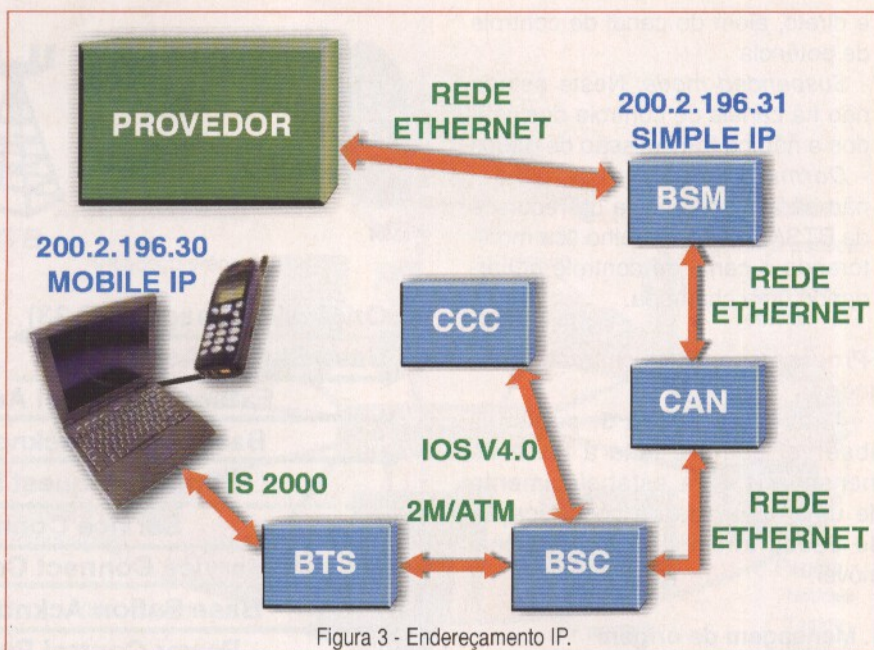

Figura 3 - Endereçamento IP.
Assim como na conexão com a Internet pela rede fixa, é necessário disponibilizar um endereço IP para acesso à rede pelo telefone celular do assinante. Existem dois tipos de acesso: o *Simple IP*, onde o endereço IP é designado pelo sistema para ter acesso a rede de dados da operadora, e o *Mobile IP*, que permite que os usuários utilizem o mesmo serviço em outras áreas que não a de origem utilizando o mesmo endereço IP registrado no agente de origem (HA). A **figura 3** traz um exemplo dos elementos envolvidos na conexão para fornecer o endereço IP.